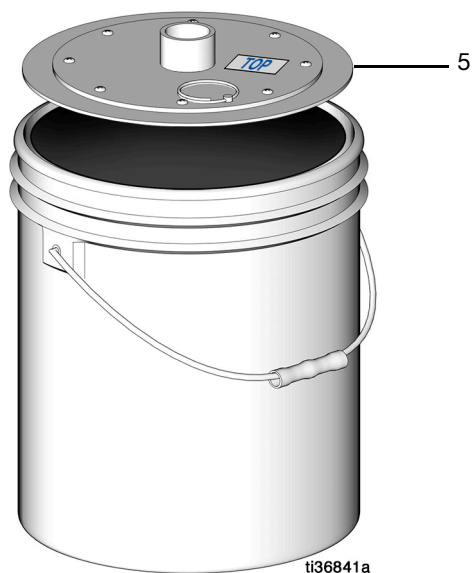

图 16
1. 断开泵 (7) 的主电源。请勿断开接地。
3. 拧松指旋螺丝 (4)。
4. 从空桶上卸下圆桶盖 (1)、泵 (7) 组件和压油盘，并放在一旁。
7. 将压油盘 (5) 朝上放入润滑脂中，然后用力按压以除去所有气穴（图 16）。